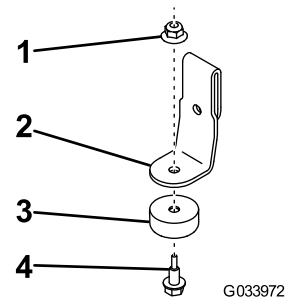

Figure 1
1. Fixez la butée sur son support à l'aide d'un boulon à épaulement et d'un contre-écrou (Figure 1).